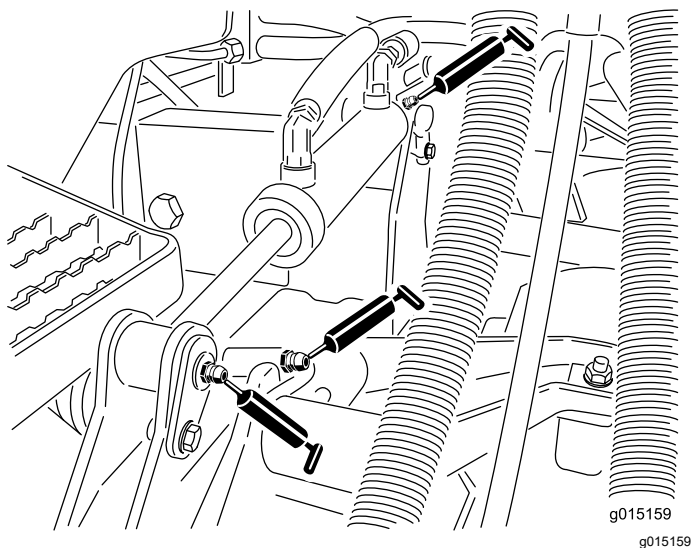

Figura 84
- Articulaciones esféricas de las bielas (2) (Figura 84)
- Casquillos de los brazos de elevación (1 por unidad de corte) (Figura 84)
- Casquillos de los cilindros de elevación (2 por unidad de corte) (Figura 84)